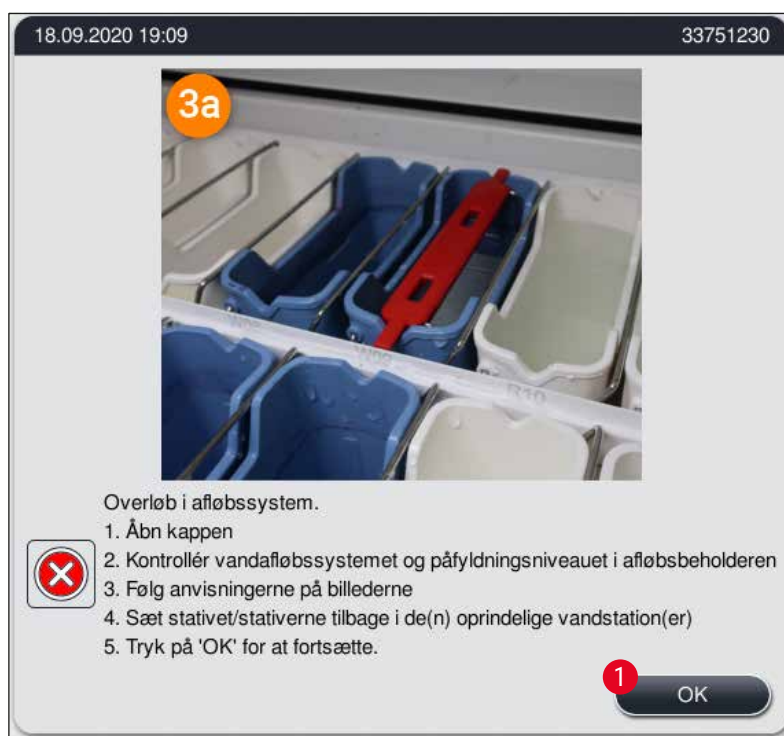
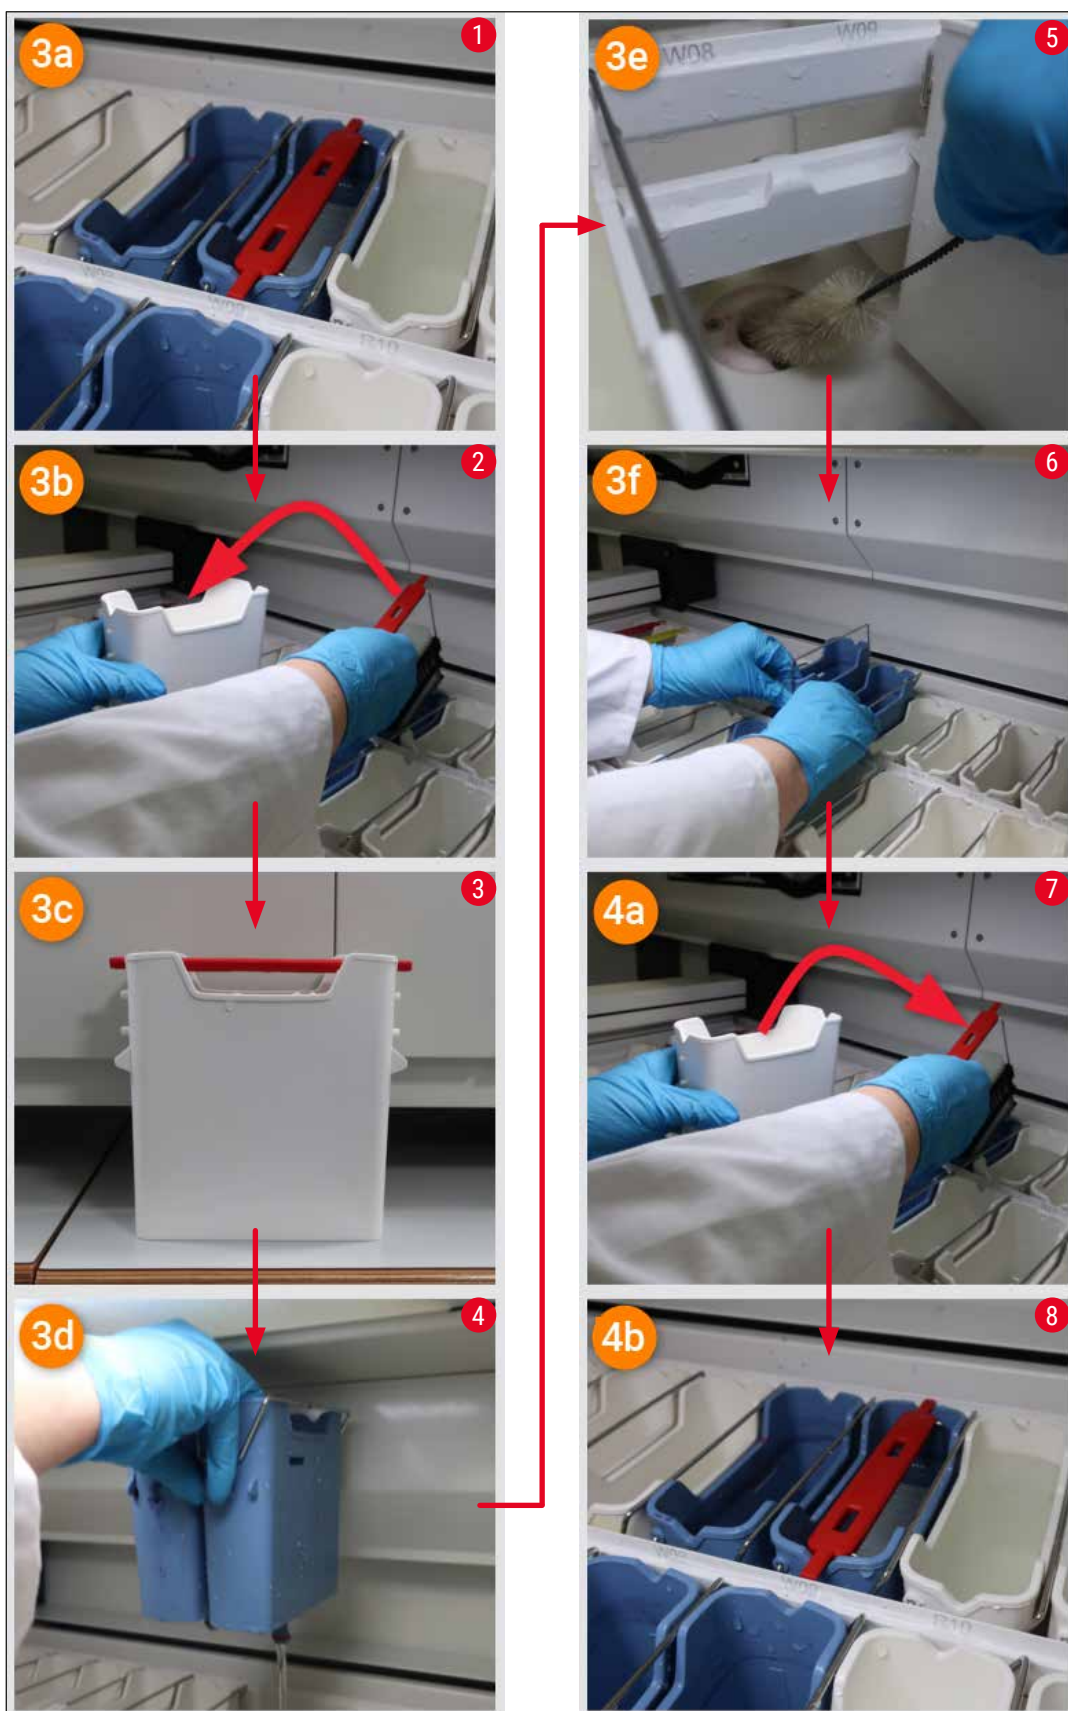

Fig. 120
Fig. 122
En blokering af vandafløbssystemet kan skyldes en blokeret afløbssi (→ "Fig. 98-1") eller afløbsslange (→ "Fig. 7-1"). En sådan blokering kan resultere i, at skyllevandsniveauet i afløbsbeholderen. Det kan medføre et kritisk vandniveau i instrumentet. Brugeren får en fejlmeddelelse på skærmen (→ "Fig. 120"), og der lyder en alarm. Fejlmeddelelsen viser brugeren, hvordan blokeringen afhjælpes via en sekvens af billeder (→ "Fig. 122").
- Hvis vandniveauet i afløbsbeholderen falder til under det kritiske niveau under løsningsprocessen, forsvinder meddelelsen (→ "Fig. 120"), og en anden meddelelse på displayet informerer brugeren om, at farvningsprocessen kan fortsætte.